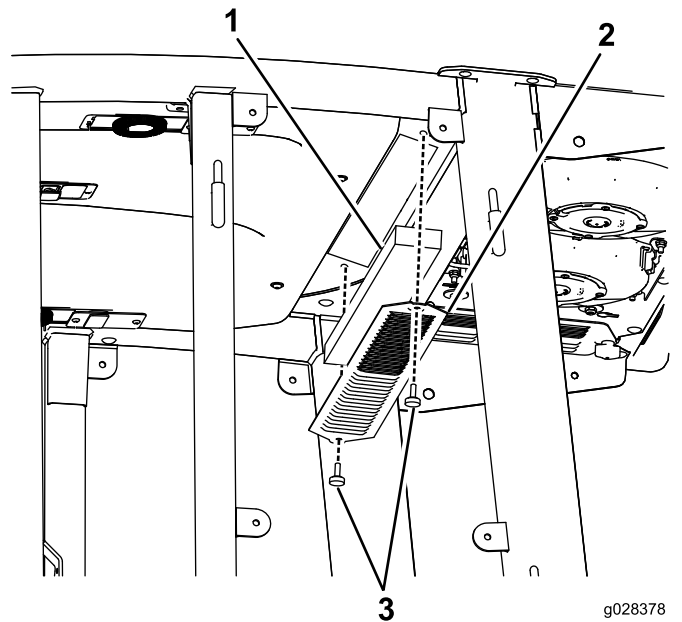
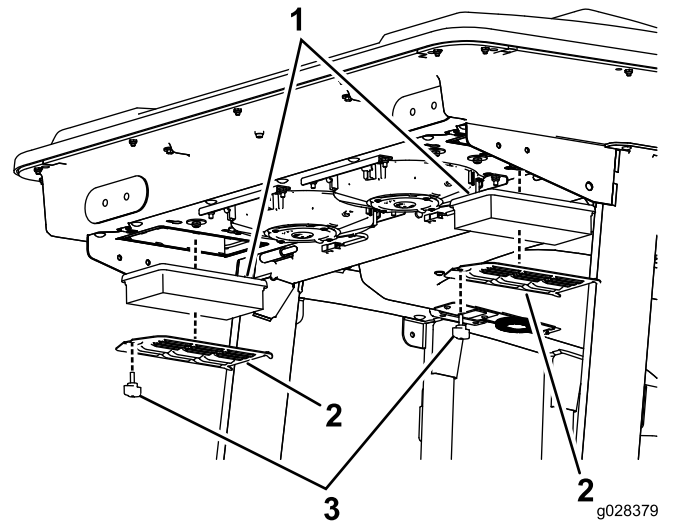

Figura 54
Figura 55
1. Retire los tornillos y las rejillas del filtro que está en el interior de la cabina y del filtro que está detrás de la cabina (Figura 54 y Figura 55).